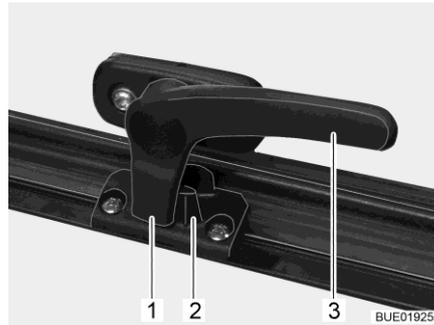

Fig. 17 Levier de verrouillage en position "Fermé"
- Tourner le levier de verrouillage (Fig. 17,3) d'un quart de tour vers le centre de la fenêtre.
- Tourner le levier de verrouillage (Fig. 17,3) d'un quart de tour vers le cadre de la fenêtre. Le tenon de verrouillage (Fig. 17,1) se trouve sur le côté intérieur du verrouillage de fenêtre (Fig. 17,2).
- En position "Fermé" (Fig. 17).